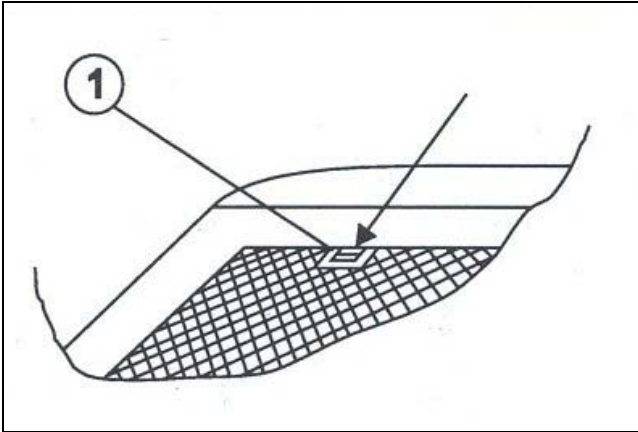

Fig. 1
- 2) Per facilitare il montaggio, rimuovere i filtri in metallo prima di iniziare (fig1)
Per rimuovere il filtro alluminio (Fig. 1), prendere il filtro dalla linguetta d'apertura, fare pressione sulla linguetta ed abbassare il filtro in avanti, ripetere l'operazione in senso contrario per rimetterlo.